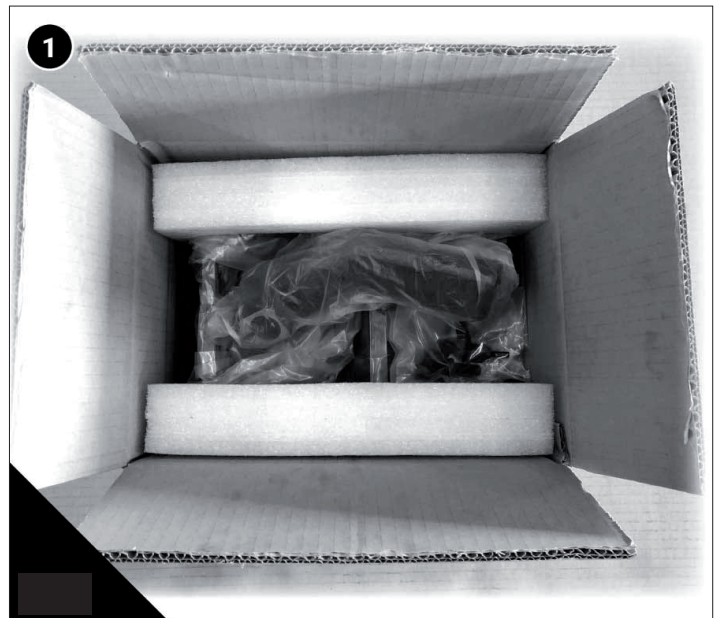

Abb. 17
Abb. 17. IGM LAGUNA Set Bettverlängerung 254 mm für Revo 1216 Drechselmaschine (1) Inhalt der Transportverpackung in der Kiste. (2) Ausgepackter Kisteninhalt. (2.1) Bettverlängerung 254 mm. (2.2) Verlängerung für die Werkzeugauflage. (2.3) Schrauben. (2.4) Spannhebel. (2.5) Spindelanschluss.
Abb. 17 - Abb. 19 IGM LAGUNA Set Bettverlängerung 254 mm für Revo 1216 Drechselmaschine auspacken. (1) Inhalt der Transportverpackung in der Kiste. (2) Inhalt der Verpackung. (2.1) Bettverlängerung 254 mm. (2.2) Verlängerungszapfen für die Werkzeugauflage. (2.3) Schrauben. (2.4) Spannhebel. (2.5) Spindelanschluss.